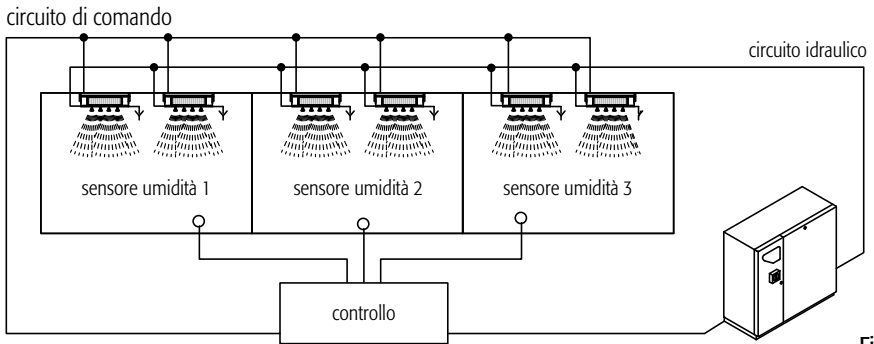

Fig. 1
- deve esistere almeno 1 linea non intercettata da elettrovalvole, cioè deve iniziare con una testata DLXXSDI0X0 (vedi oltre). Nella Fig. 1 è indicato come STEP 1.